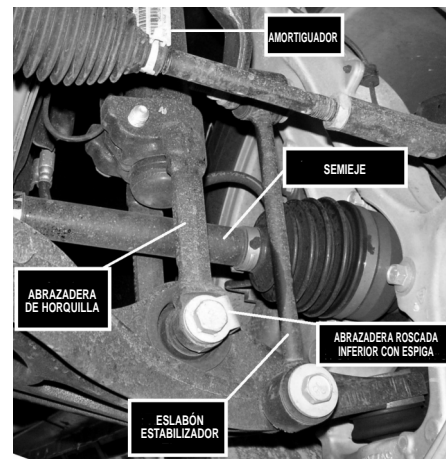

FIGURA 1
10. En vehículos con tracción 4x4, quite el tornillo de la abrazadera de horquilla de la base del amortiguador [VER LA FIGURA 1).
11. Quite la abrazadera roscada inferior y la tuerca de la palanca de control inferior (VÉASE LA FIGURA 1).
12. Quite el eslabón estabilizador y el perno de montaje inferior de la palanca de control inferior (VÉASE LA FIGURA 1).